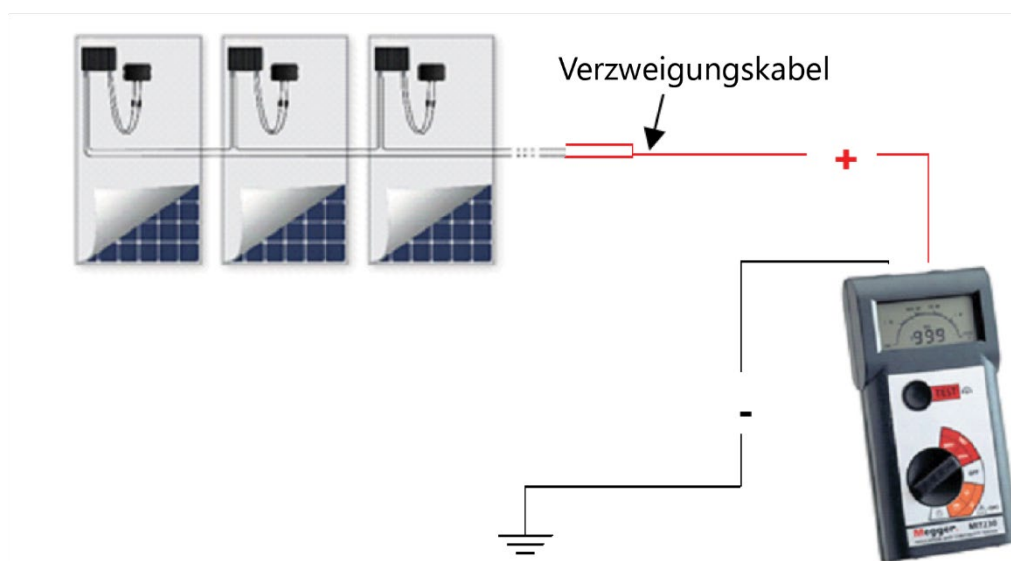

Abbildung 2: Verbinden des Isolationsprüfers mit dem PV-Strang
4. Prüfen Sie den Strangisolationwiderstand mithilfe des Isolationsprüfers (*Abbildung 2*):